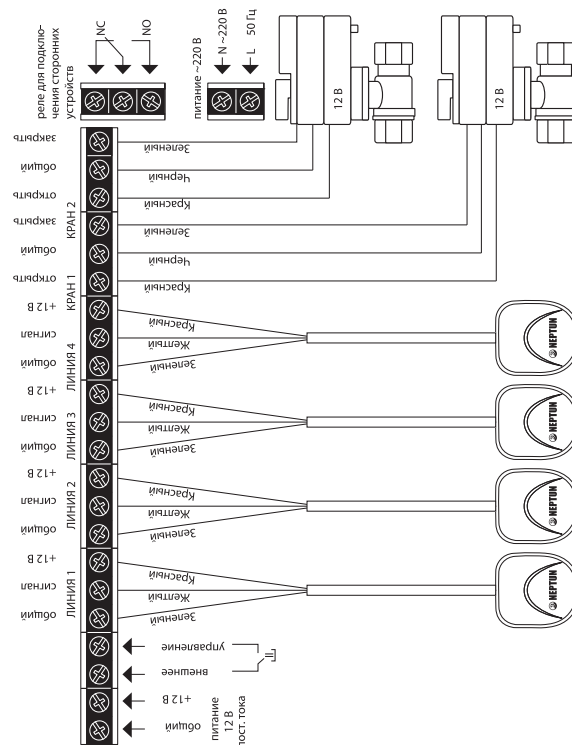
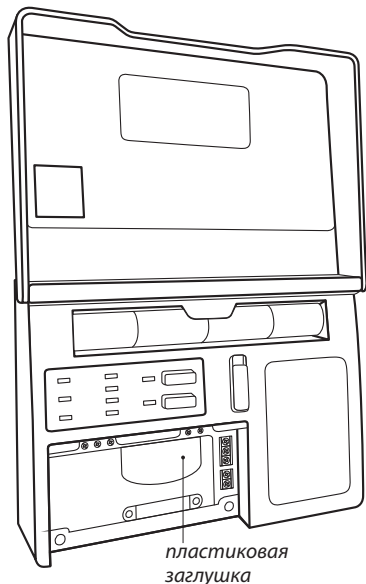

Рис. 3. Схема подключения кранов шаровых с электроприводом серии Neptun Bugatti Pro 12 V к модулю управления Neptun ProW+
Рис. 6. Вид Модуля управления Neptun ProW+ изнутри с открытой крышкой коммутационного отсека
Модуль управления Neptun ProW+ имеет (см. рис. 3, 4, 5):
Подключение Прибора к сети электропитания переменного тока производите в строгом соответствии со схемой подключения (рис. 3, 4, 5), которая изображена на внутренней стороне крышки прибора.
3. Откройте крышку коммутационного отсека (рис. 6).
4. Выполните подключение датчиков типа SW, проводов электропитания и кранов с электроприводами в соответствии со схемами, изображенными на рис. 3, 4, 5. (в зависимости от типа подключаемых кранов с электроприводом). При необходимости, для ввода проводов в коммутационный отсек удалите пластиковую заглушку, расположенную в нижней части корпуса прибора при помощи отвёртки (рис. 6).